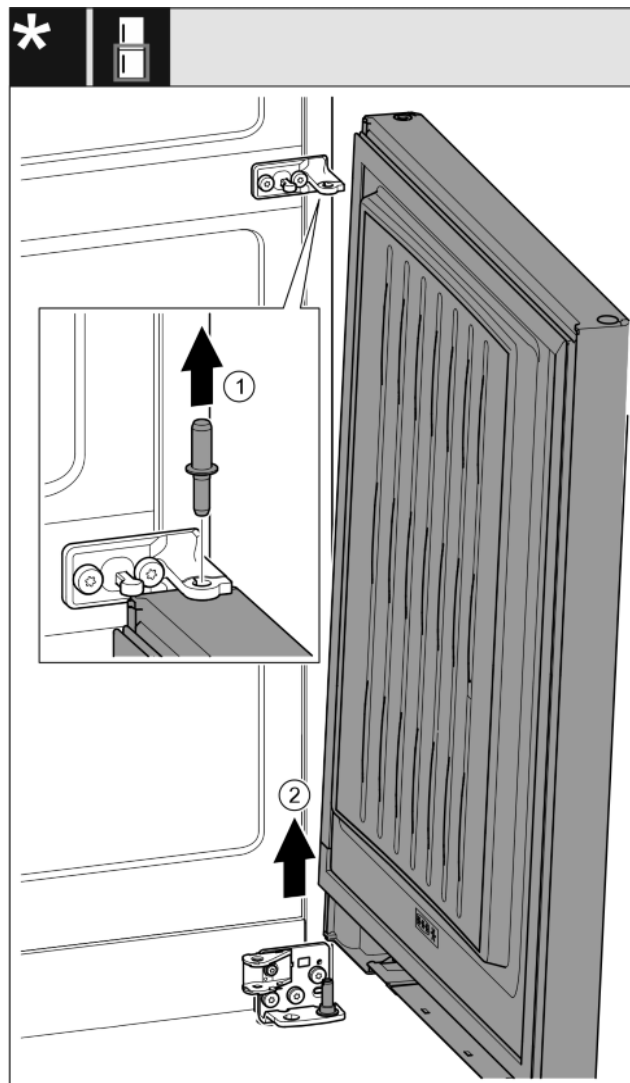

Fig. 19\*
- ▶ Čap vytiahnite nahor.\* Fig. 19 (1)
- ▶ Dvere vyklopte von, nadvihnite smerom hore a odložte nabok.\* Fig. 19 (2)